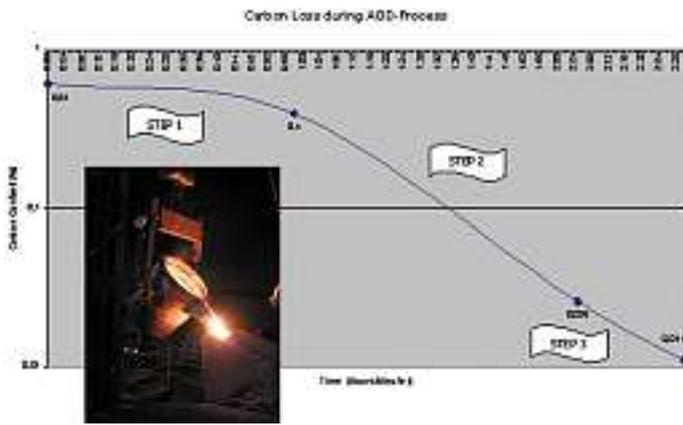

Abb. 9: Zeitlicher Verlauf der Kohlenstoffverbrennung im AOD Prozess
**Abb. 9** zeigt den zeitlichen Verlauf der Kohlenstoffkonzentration im Metall während der Konvertierung. Durch die gezielte Variation des Argon/Sauerstoff-Gemisches (Step 1 bis Step 3 in **Abb. 9**) ist der angestrebte Kohlenstoffgehalt durch selektives Frischen darstellbar.